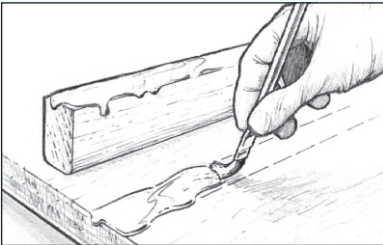

Abbildung 9 Tragen Sie die Harz/Härter-Mischung auf die Klebeflächen auf.
1. Streichen Sie die Klebeflächen mit einer klaren Harz/Härter-Mischung ein (*Abbildung 9*). Dies wird „Vortränken“ oder „Grundieren“ der Klebeflächen genannt. In kleinen oder unzugänglichen Bereichen wird das Epoxidharz mit einem Einwegpinsel aufgetragen. Größere Bereiche können Sie mit einer Schaumrolle, oder durch gleichmäßiges Auftragen der Harz/Härter-Mischung mit einer Kunststoffspachtelklinge, vortränken. Führen Sie den zweiten Arbeitsschritt unmittelbar danach aus. Auf jeden Fall, solange die vorgetränkte Beschichtung noch klebrig ist.